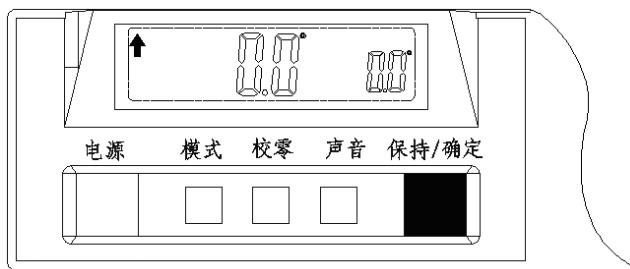

图 G-10
- 3) 轻压【保持/确定】按钮一次, 坡度计恢复到普通测量模式, 见图 G-10;